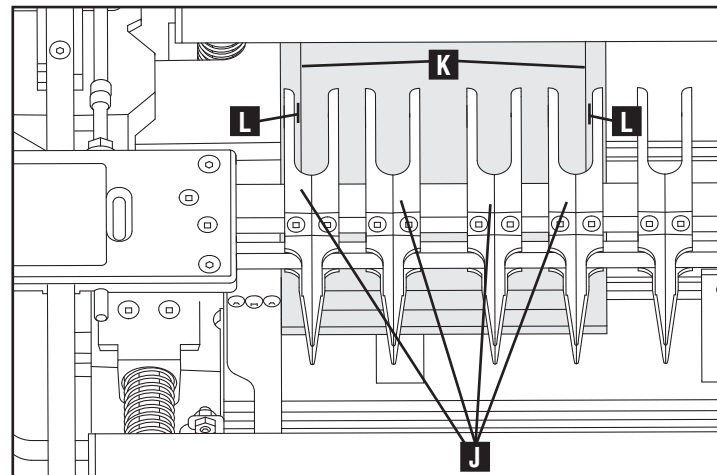

Fig. G6
REMARQUE : Assurez-vous d'espacer les doigts (J) autour des rebords élevés (K) de la pièce tel que montré à Fig. G6. Maintenir une ouverture 3,18 mm (1/8 po) à (L).